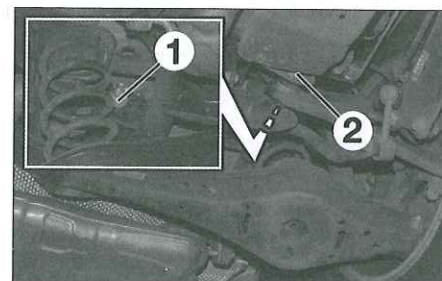

Fig. 3
- Aflojar la tuerca (1) del montaje atornillado del brazo transversal superior en la cuna (Fig.3).
- Ajustar la caída de rueda girando el tornillo excéntrico (2) con ayuda de un casquillo apropiado.